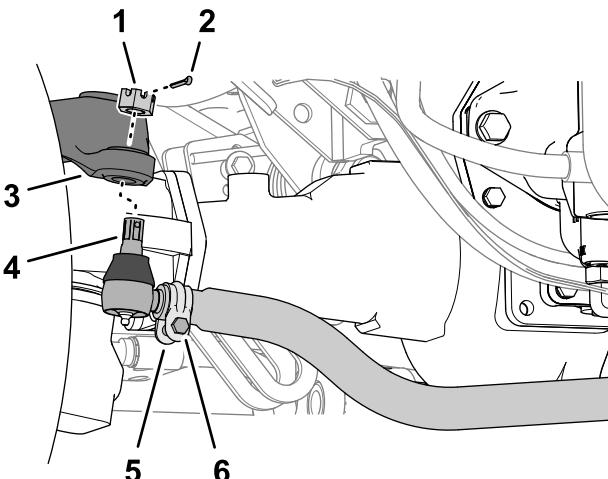

Figura 97
1. En el eje trasero, retire la chaveta y la tuerca de seguridad de cualquiera de las rótulas de la barra de acoplamiento (Figura 97).
3. Afloje las abrazaderas en ambos extremos de las barras de acoplamiento (**Figura 97**).
4. Gire la articulación esférica retirada una (1) vuelta completa hacia dentro o hacia fuera.